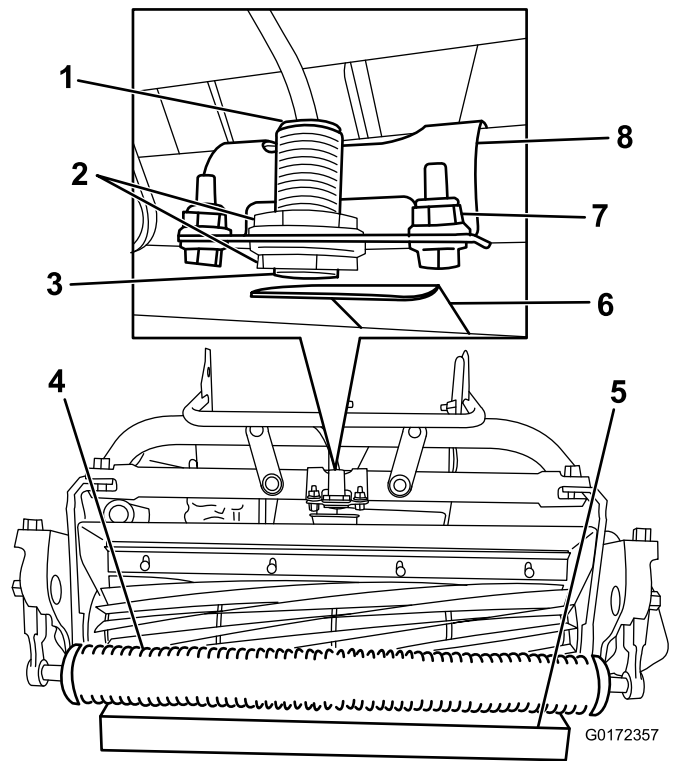

Figura 14
2. Afloje las contratueras del sensor y ajuste el sensor hasta que quede visible una rosca por debajo de la contratuerca inferior (Figura 14).
4. Coloque un bloque de 1,5 pulgadas (3,8 cm) debajo del rodillo delantero de la unidad de corte (Figura 14).
5. Afloje los pernos que sujetan el soporte del sensor al bastidor (Figura 14).
8. Gire el soporte del sensor hacia la placa objetivo hasta que se encienda la luz situada encima del sensor (Figura 14). Si ya estaba encendida, gírelo hacia fuera hasta que se apague la luz, y luego en el sentido contrario justo hasta que se encienda.